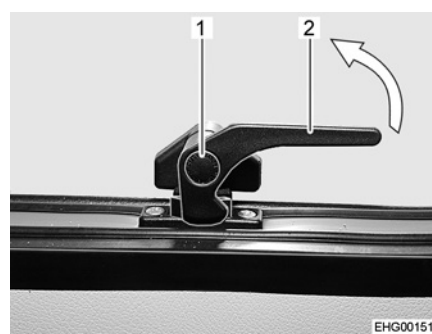

Fig. 24 Leva di serraggio, inferiore (posizione "Chiuso")
- Premere il bottone di sicurezza (Fig. 24,1) sulla leva di serraggio inferiore (Fig. 24,2) e mantenerlo premuto
- Ruotare la leva di serraggio inferiore (Fig. 24,2) di un quarto di giro verso il centro della finestra.